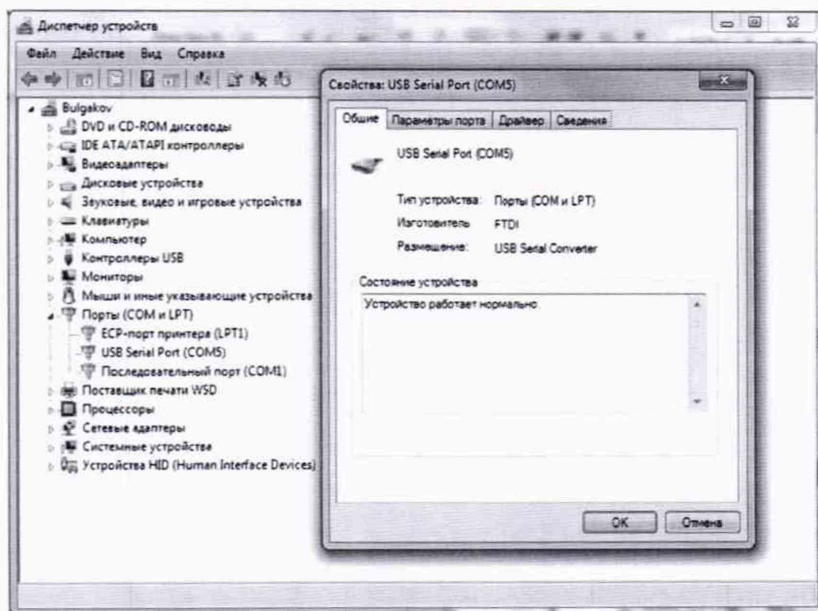

Рисунок 20 – Отображение подключения РЕТОМ-51 к компьютеру
- убедитесь, что преобразователь интерфейсов отображается в системе, для этого необходимо открыть диспетчер задач Windows (рисунок 20). Номер COM-порту система назначает произвольно, поэтому он может отличаться от приведенного в примере;